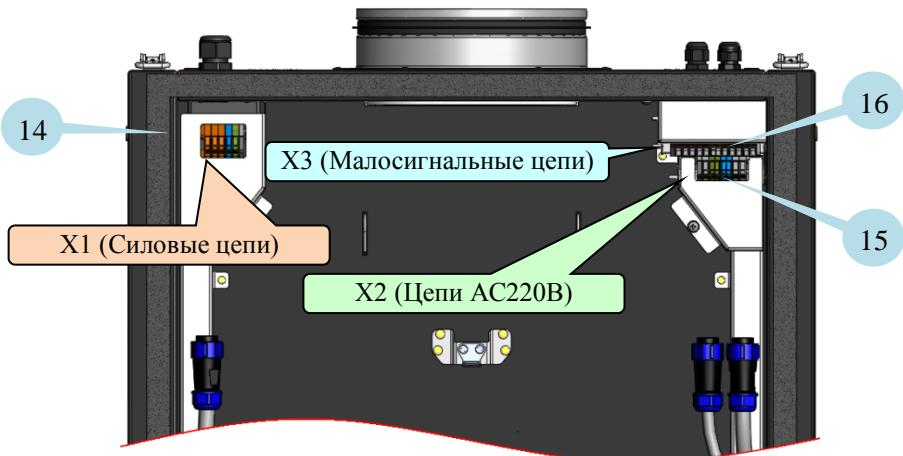

Рис. 2
Внутри корпуса находится основной съемный блок УВН (2), включающий в себя центробежный вентилятор, керамические нагреватели, плату контроллера, плату управления нагревателями, температурный и «пожарные» датчики. Внутри корпуса также установлены: кассета с пылевым фильтром (3), клапан воздушный (4), электропривод воздушного клапана (5), дифференциальный датчик давления (6). По боковым сторонам корпуса предусмотрены элементы крепления установки под винты M6. Крепить установку можно также с помощью специальных кронштейнов (7). Под основным съемным блоком (2) установлены клеммные колодки (14, 15, 16) (См. Рис. 2) для внешних подключений. Фиксация пылевого фильтра (3) осуществляется с помощью рычагов (8). Приточный воздух выдается в канал через выходной фланец (13).